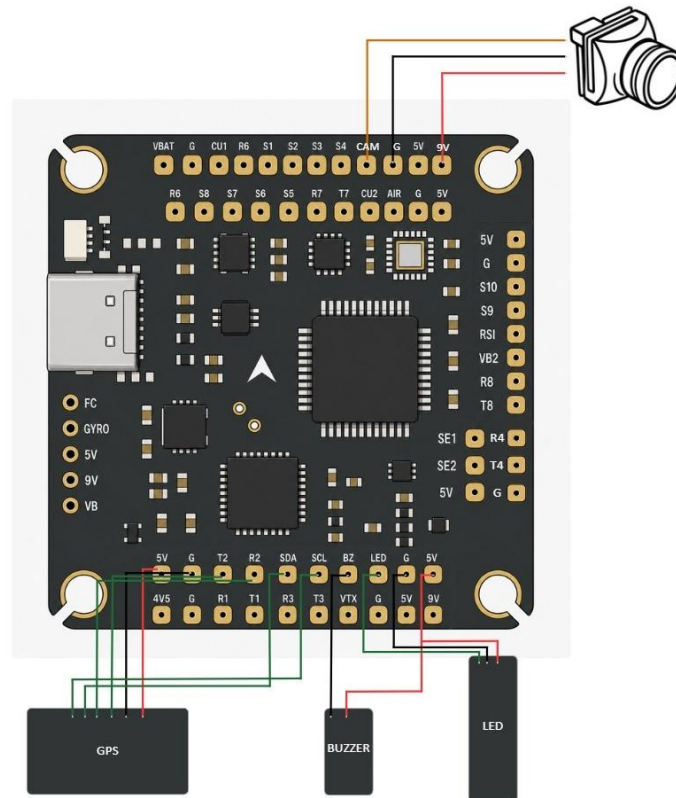

Abb.2. Verdrahtungsplan (Pads)
Der FC bietet 8 UART-Ports. Die Pad-Belegung ist wie folgt (siehe Abb. 2):
- **UART 2 (GPS):** Schließen Sie hier Ihr GPS-Modul an, wie in Abb. 2 gezeigt. Verbinden Sie GPS-TX mit R2 und GPS-RX mit T2. Verwenden Sie die Pads 5V und G zur Stromversorgung.
- Kamera: Verbinden Sie das Signalkabel der Kamera mit dem Pad CAM, Masse mit G und die Stromversorgung mit dem Pad 9V (siehe Abb. 2). Prüfen Sie die Versorgungsspannung Ihrer Kamera, bevor Sie zwischen den Pads 5V und 9V wählen.